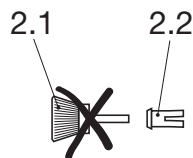
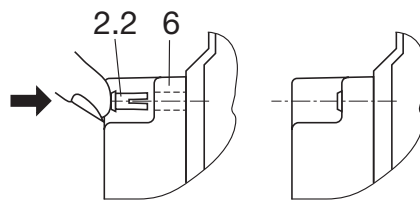
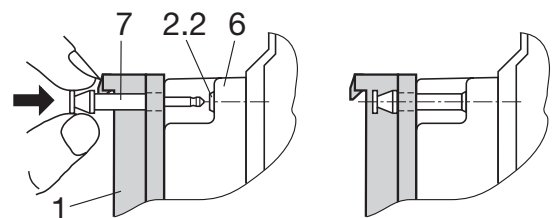

Bild 6 / Fig. 6
Bild 7 / Fig. 7
Bild 8 / Fig. 8
2. Erweiterungsmodul (6) aufstecken.
3. Von den 2-teiligen Kunststoffspreiznieten Teil 2.1 (Bild 6) entfernen.
4. Teil 2.2 der Kunststoffspreiznieten in die 4 Befestigungslöcher des Erweiterungsmoduls (6) einstecken (Bild 7).
5. Hutschienenadapter (1) aufsetzen.
6. Spreiznietstifte (7) gemäss Bild 8 eindrücken bis sie deutlich einrasten.
2. Embrocher le mod. d'extension (6).
3. Enlever la partie 2.1 des rivets spéciaux (Fig. 6).
4. Enfoncer la partie 2.2 des rivets spéciaux (Fig. 6) dans les 4 trous de fixation du module d'extension (Fig. 7).
5. Apposer l'adaptateur pour montage sur rail (1).
6. Introduire les rivets spéciaux (7) et les enfoncer jusqu'à perception d'un déclic (Fig. 8).
2. Insert the extension module (6).
3. Remove part 2.1 (Fig. 6) from the two-part plastic fixing clips.
4. Insert part 2.2 of the plastic fixing clips in the 4 fixing holes (6) of the extension module (Fig. 7).
5. Place the top-hat rail adapter (1) in position.
6. Press in the fixing clips (7) until they distinctly engage according to Fig. 8.